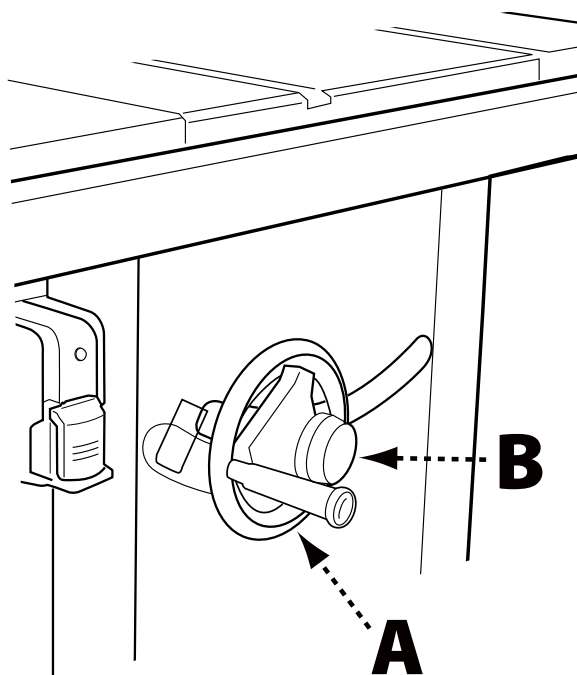

FIGURA 19
Suba o baje la hoja con la rueda manual (A) situada en la parte frontal de la sierra (consulte la Figura 19).
1. Antes de subir o bajar la hoja asegúrese de aflojar la perilla de bloqueo (B) girándola hacia la izquierda.